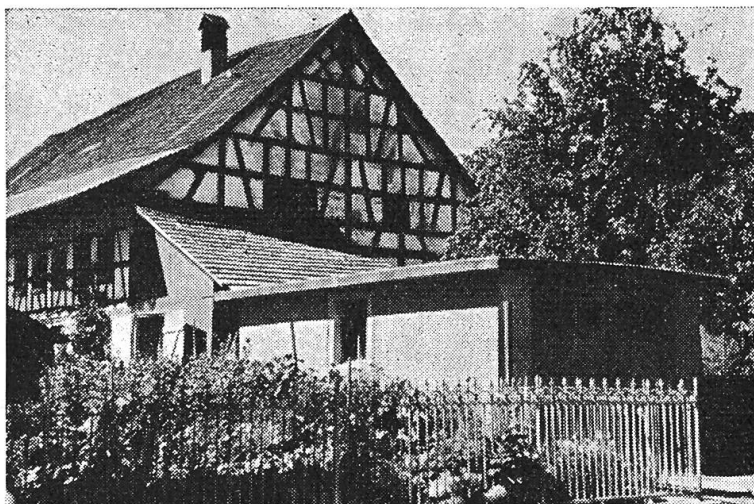

Fig. 1
3. Un garage attenant ne présente pour ainsi dire que des désavantages. Sa construction exige l'emploi de matériaux résistant au feu, lesquels coûtent cher. Il faut en outre un plafond et un plancher. De telles constructions constituent de vraies « excroissances » et sont en général inesthétiques, comme elles sont un obstacle à la circulation et gênent la vue (fig. 1).